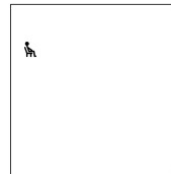

Fig. 6: Schermata iniziale
- ⇒ L'apparecchio per la misurazione della pressione arteriosa si attiva automaticamente, esegue un test del display e visualizza la schermata iniziale. (vedi Fig. 5 e Fig. 6).
⇒ Il display visualizza la schermata iniziale (Fig. 6).